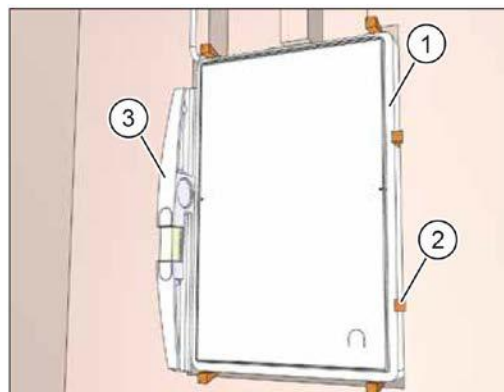

Рис. 23: закрепить монтажную коробку
- ▶ Закрепите монтажную коробку (поз. 1 на рис. 23) с внутренней и внешней стороны, используя клинья и/или воздушные подушки (поз. 2 на рис. 23) в стенном проеме.
- ▶ Используя водный уровень (ватерпас) (поз. 3 на рис. 23), выровните настенную коробку вертикально и вровень к стене.